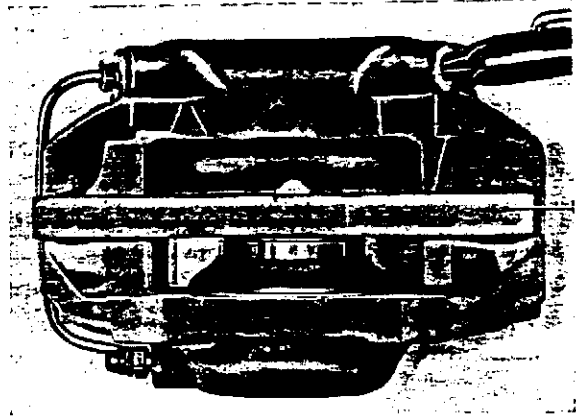

Abb. 18 Ausbau der Kolben
2. Eine Holzscheibe zwischen den Kolben anbringen und diese mit Hilfe von Druckluft herauspressen, siehe Abb. 18. Die Kolben können dann leicht ausgebaut werden. Gummikappen abnehmen.
3. Dichtungsringe (3) aus den Zylindern mit Hilfe eines stumpfen Werkzeuges herausnehmen. Vorsicht, daß die Nutkanten nicht beschädigt werden.